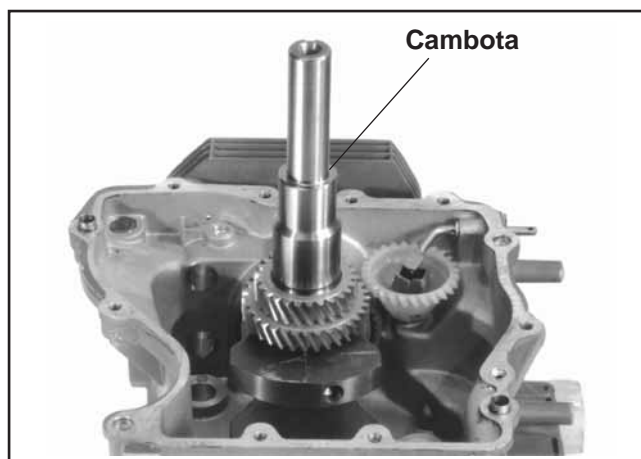

Figura 11-4. Instalar a Cambota.
2. Insira a cambota através do rolamento da extremidade do volante do motor. Consulte a Figura 11-4.